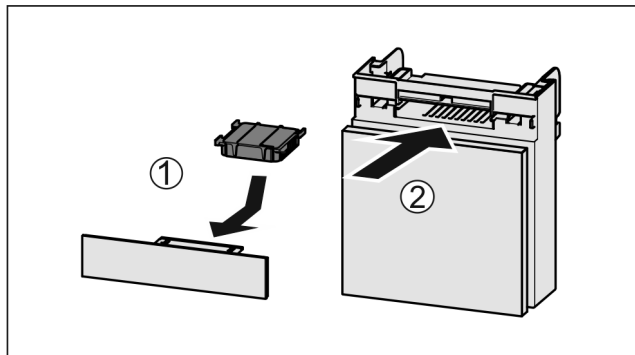

Fig. 98
- ▶ Umetnite filter s aktivnim ugljenom kao što je prikazano na slici Fig. 98 (1).
- ▶ Umetnite pretinac Fig. 98 (2).